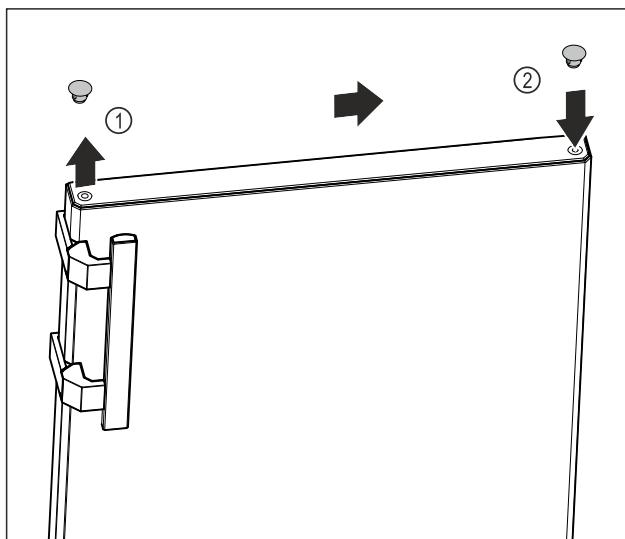

Fig. 9
- Обережно підніміть заглушки у верхній частині дверцят *Fig. 9 (1)* за допомогою шліцевої викрутки.
- Вставте заглушки з протилежного боку. *Fig. 9 (2)*